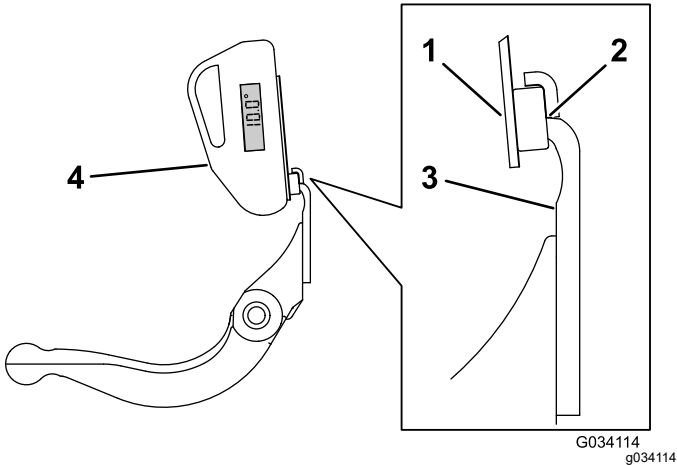

图 20
- 4. 如 图 20所示将角度指示器放置到底座上。
- 3. 将角度指示器底座放在底刀边缘上以使磁体边缘与底刀边缘紧密配合 图 20。